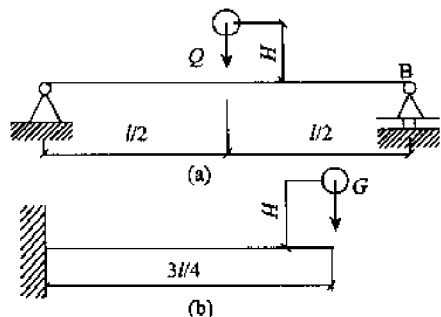

图 11-17
3. 如图 11-17 所示二梁受冲击载荷作用,二梁的截面、材料均相同,长度及冲击点如图所示,二梁在冲击下,最大弯曲正应力_____。(填“相等”或“不相等”)